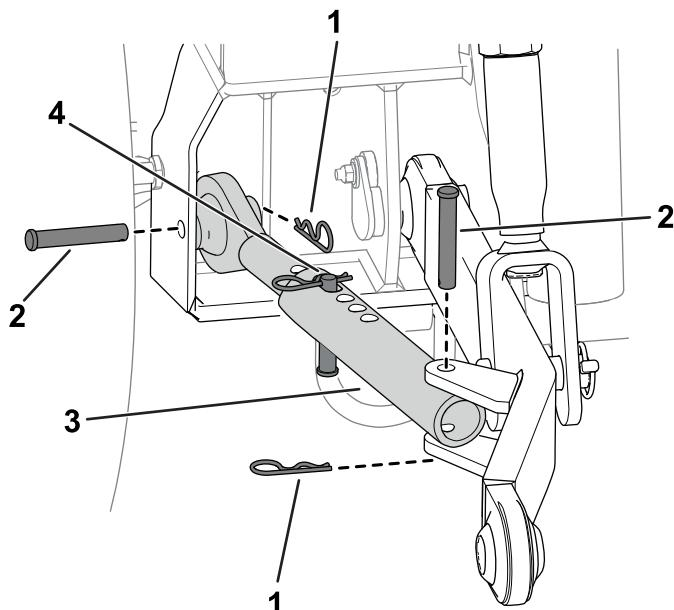

Рисунок 4
Примечание: На Рисунок 3 и Рисунок 4 показана установка тяг на левой стороне машины. Повторите эти действия на правой стороне машины.
- С помощью шплинтуемых штифтов и игольчатых шплинтов прикрепите поперечные тяги к раме машины (Рисунок 4).
5. С помощью шплинтуемого штифта и игольчатого шплинта прикрепите поперечную тягу к продольной тяге (Рисунок 4).
6. Установите шплинтуемый штифт и игольчатый шплинт на поперечную тягу (Рисунок 4).